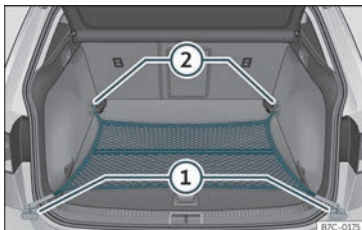

Fig. 117 No maleteiro: bolsa de rede enganchada case tocando o piso.
- Fixe os ganchos da rede nas argolas de amarre ① e ②»» **fig. 117** »» . A cremalleira da bolsa ten que quedar cara arriba.